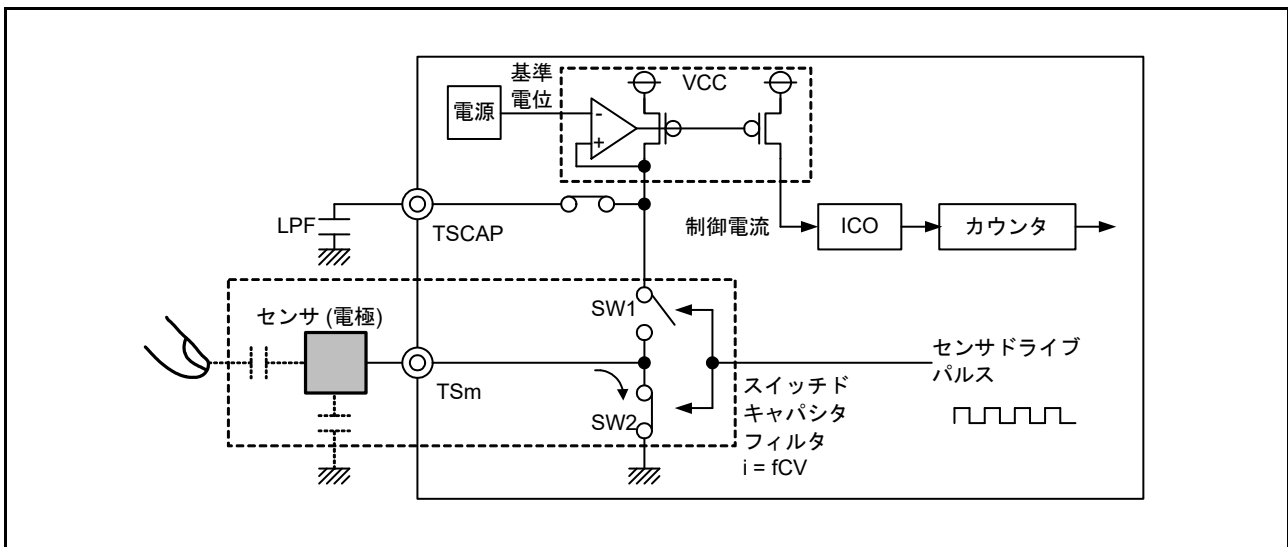

図 32.6 放電動作 (m = 0 ~ 35)
(2) SW1 : OFF、SW2 : ON にすることで、充電された容量は放電されます ( 図 32.6)。